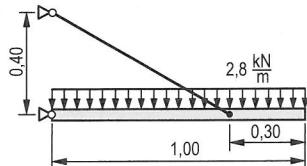

Bild 9.23: Träger
5. Träger mit Streckenlast (**Bild 9.23**).